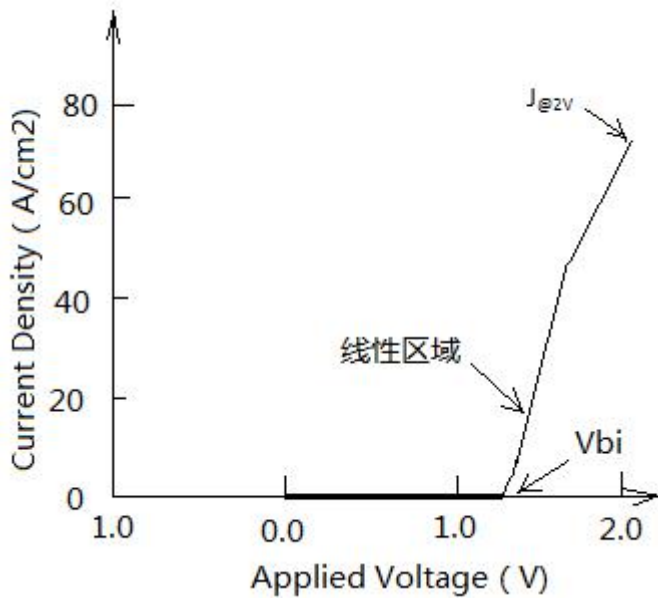

图 2 正向特性
在线性坐标（横纵均为线性坐标，如图 2）上，提取如下参数：
(3) 开启电压的提取：图 2 中电流开始出现增长的起点对应的电压即为开启电压  $V_{bi}$ 。
(4) 开态电阻的提取：在图 2 中找到正向电流-电压变化的线性区域，其斜率的倒数即为开态电阻  $R_{on}$ ：
(5) 正向电流密度的提取（2V 下）：在图 2 中找到+2V 电压对应的电流密度即为 2V 下的正向电流密度  $J_{@2V}$ 。